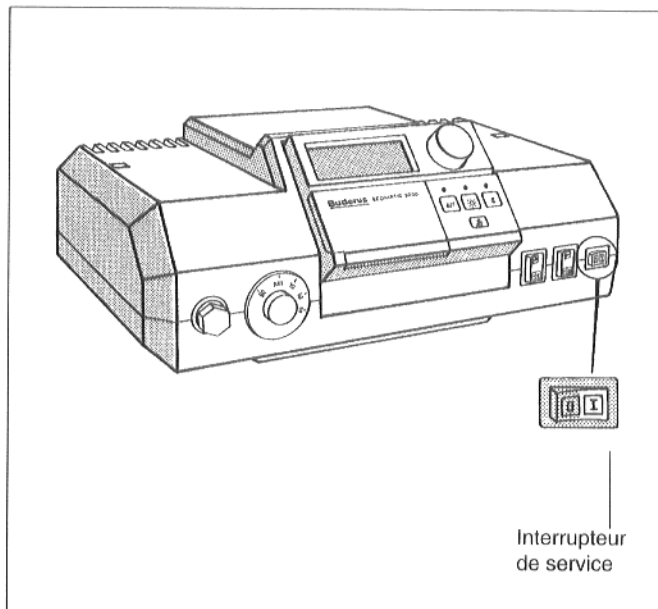

Fig. 29 : mise hors service du brûleur à gaz
- Mettre l'interrupteur de service (fig. 29) en position 0.